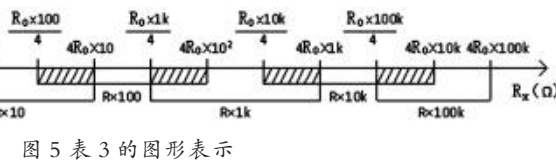
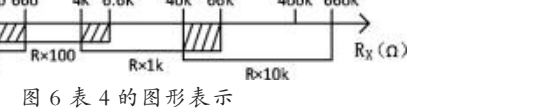
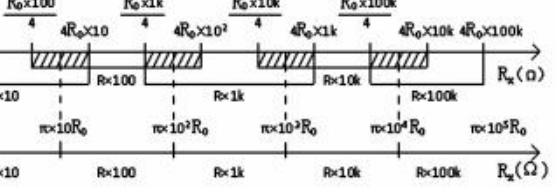
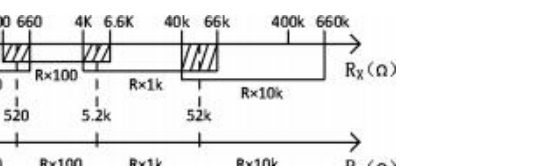

图 5 表 3 的图形表示
图 6 表 4 的图形表示
图 8 由图 5 变换所得
图 9 由图 6 变换所得
表 3 内容可用图 5 表示。
表 4 可用图 6 表示。
1. 不同挡测图 6 阴影部分电阻的误差分析
由图 6 可知,对 47Ω、56Ω 的电阻,无论选择 R×1 挡还是 R×10Ω 挡,所测结果指针均停在 $R_0/4 \sim 4R_0$ 范围内,这对于一般测量来说已经足够了。但是,所选电阻挡位不同,测量结果的差别也较大。具体可用公式 $\delta_R = -[(N-1)^2/N+4]\gamma$ 计算。
利用上面的研究结果,可将图 5 变为图 8,将图 6 变为图 9。